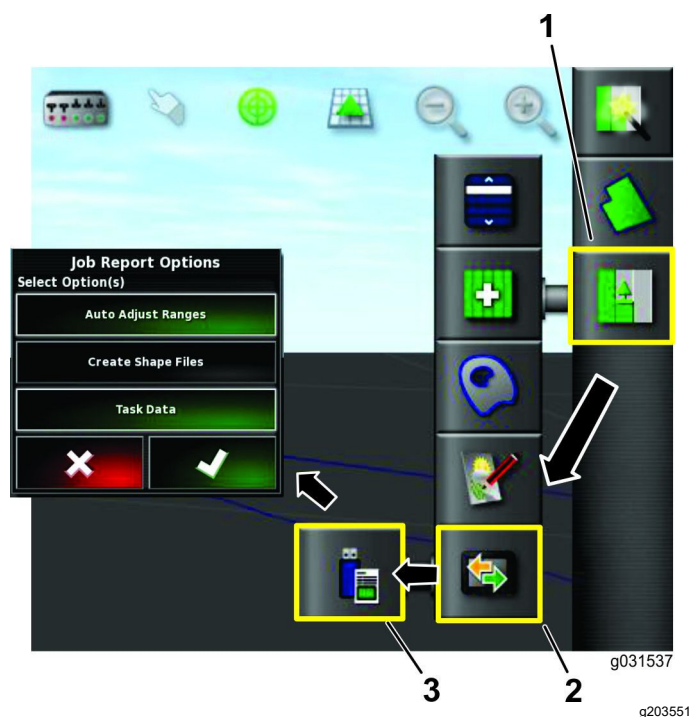

Figure 32
- Appuyez sur l'icône de menu des tâches (Figure 32).
4. Appuyez sur l'icône ÉCHANGE DE DONNÉES (Figure 32).
5. Appuyez sur l'icône EXPORTER RAPPORT DE TÂCHE VERS USB (Figure 32).